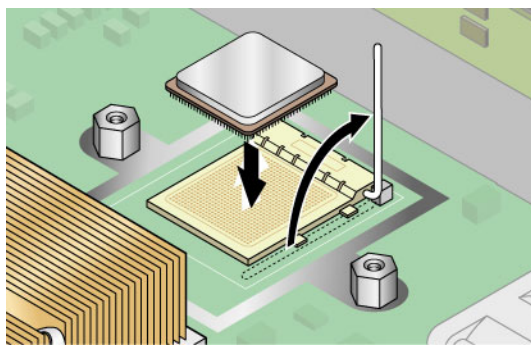

図 3-34 CPU のソケットへの取り付け
2. ソケットの取り外しレバーが全開となる垂直の位置にあることを確認します (図 3-34 を参照)。